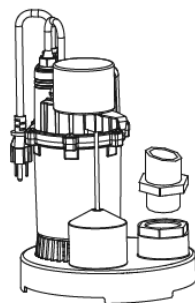

fig. 1
1. L'orifice de refoulement normal de cette pompe est de 1 1/2 po. Toutefois, si un tuyau de refoulement de 1 1/4 po est déjà en place, enveloppez les filets de l'adaptateur de 1 1/4 po (compris) avec du ruban d'étanchéité (non compris), puis enfitez-le dans l'orifice de refoulement de la pompe (fig. 1).